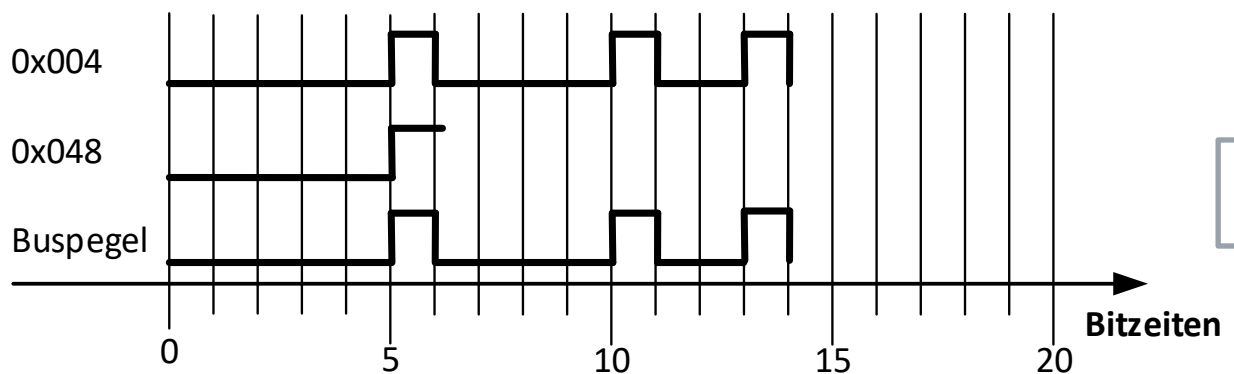

Abbildung 1: Arbitrierungsvorgang
b) Führen Sie den Arbitrierungsvorgang schrittweise durch. Zu welchem Zeitpunkt stellt der niederpriorere Knoten seinen Sendevorgang ein? Welcher Buspegel ergibt sich? Zeichnen Sie Ihre Lösung in Abbildung 1 ein. Bitte beginnen Sie mit dem Start-of-Frame-Bit und enden Sie mit dem Ende des Arbitrierungsfeldes.